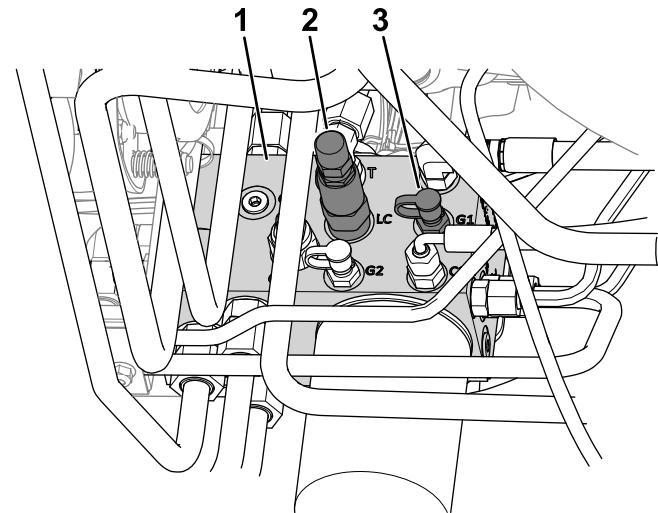

Figura 20
- Conecte un manómetro al punto de prueba (marcado G1; consulte Figura 20).
- Válvula de transferencia de peso (LC)
- En el lateral del distribuidor de elevación, retire el tapón del punto de prueba (marcado G1; consulte Figura 20).
- Afloje la contratuerca del extremo de la válvula de transferencia de peso (marcado LC; consulte Figura 20).